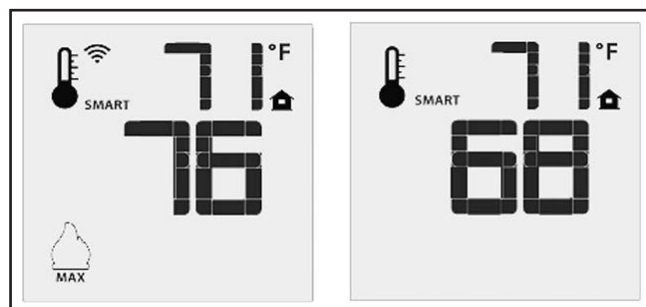

Figure 11: La fonction « thermostat intelligent » (SMART Thermostat).
Le mode « Thermostat intelligent » ajuste la hauteur des flammes en calculant la différence entre la température programmée et la température ambiante actuelle. Si la température ambiante approche la température programmée, la fonction intelligente baissera le niveau des flammes. Pour activer cette fonction, appuyez sur la touche « thermostat » (Figure 5) jusqu'à ce que vous voyiez le mot « SMART » à la droite de l'icône de thermostat (Figure 11). Pour ajuster la température programmée, utilisez les flèches pour trouver votre température idéale.
**Étape 2 :** Retirez la vanne de déflexion d'air supérieure en dévissant les (2) boulons T-20. Retirez la vanne de déflexion d'air inférieure.
**Étape 3 :** Retirez les supports du brûleur de gauche et de droite en dévissant les (4) boulons T-20.
**Étape 4 :** Dévissez les (16) boulons T-20 qui retiennent la porte d'accès, comme illustré dans la figure 11.